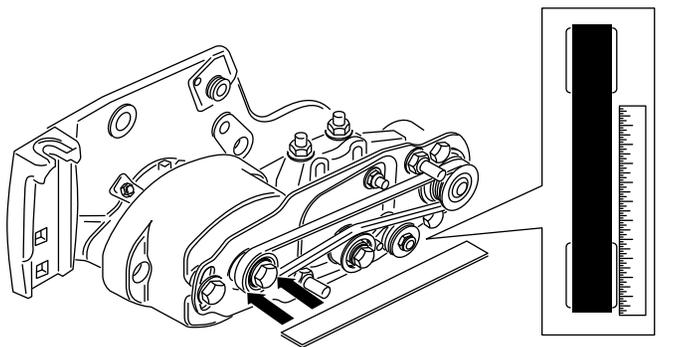

Bild 17
- Legen Sie eine Abziehlplatte entlang Außenseite der **Antriebs­scheibe** (Bild 17). Legen Sie die Abziehlplatte **nicht** über den Antrieb und die Antriebsriemenscheiben.